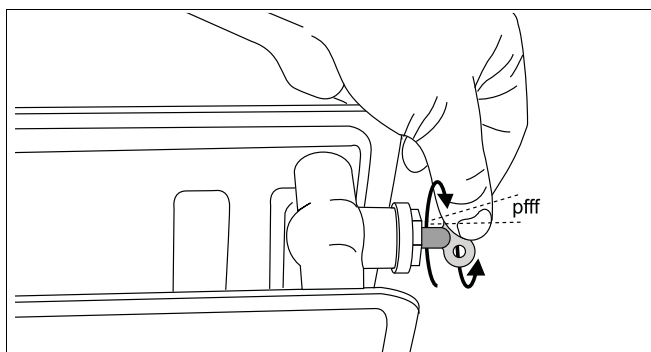

Fig. 69 Aerisiți instalația de încălzire
- Aerisiți instalația de încălzire prin supapele de aerisire de la calorifere. Începeți pentru aceasta la etajul cel mai de jos al clădirii și apoi continuați de fiecare dată cu un etaj mai sus (fig. 69).